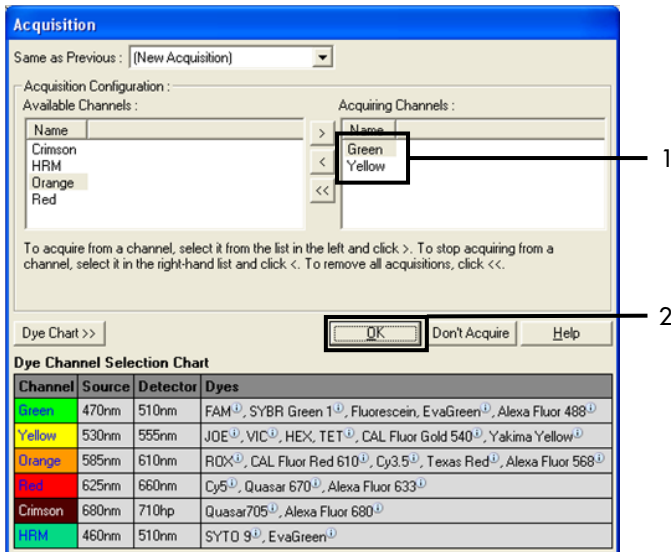

Figura 27. Adquisición en el paso de ciclado a 60 °C. 1 = canales seleccionados; 2 = "OK" (Aceptar).
10. Seleccione Green y Yellow como canales de adquisición. Haga clic en > para transferir estos canales de la lista "Available Channels" (Canales disponibles) a la sección Acquiring Channels (Canales de adquisición). Haga clic en OK (Aceptar) (figura 27).